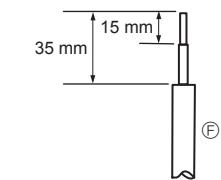
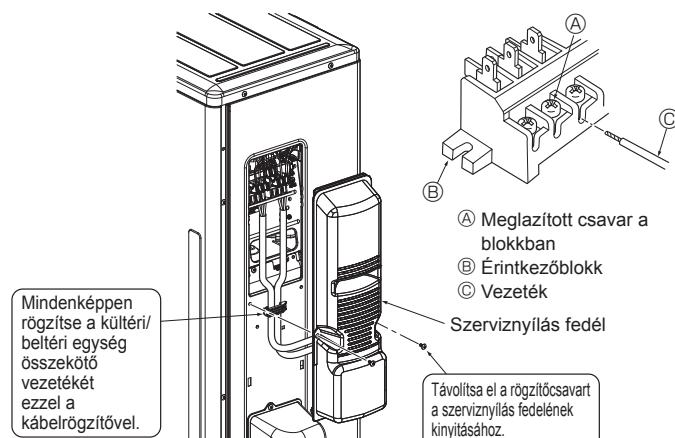

Fig. 6-2
Fig. 6-3
6.1. Kültéri egység (Fig. 6-1, Fig. 6-2, Fig. 6-3)
① Távolítsa el a szerelőnyílás-fedelet.
② Csatlakoztassa a huzalokat a Fig. 6-1, Fig. 6-2 és Fig. 6-3 szerint.
- A vezetékezést a bal oldalon lent található ábra szerint végezze el. (A kábelt helyben szerezze be) (Fig. 6-2)